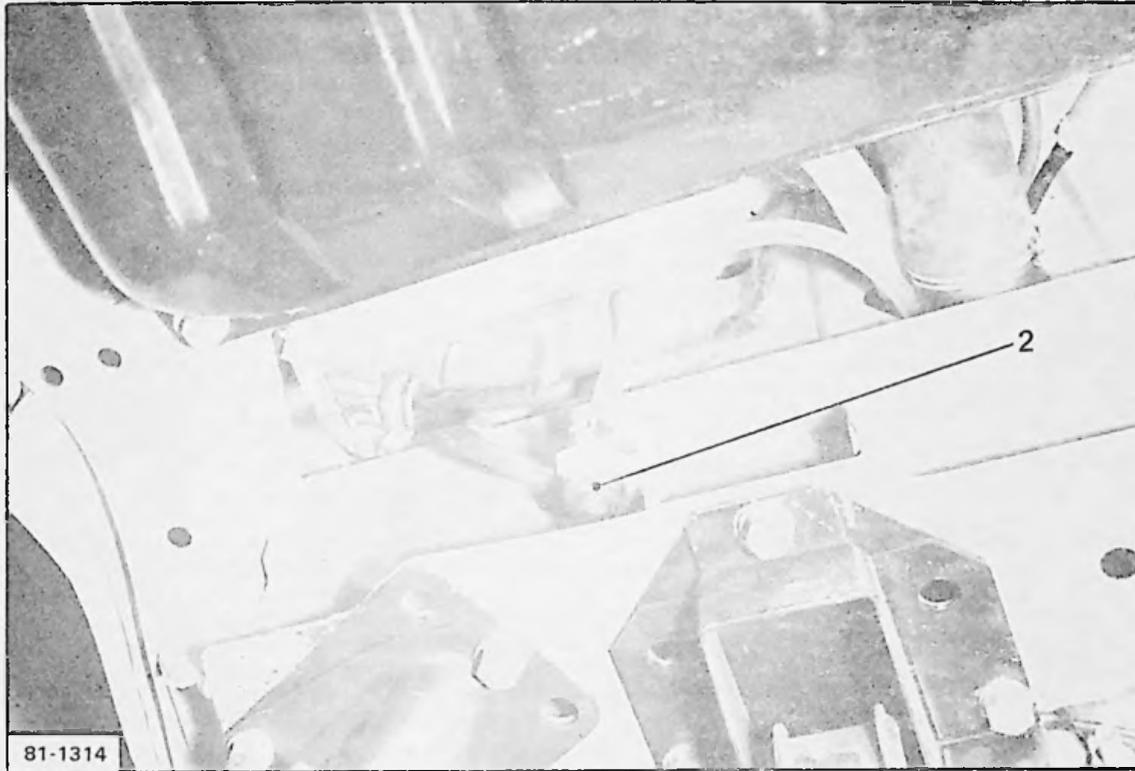

Fig. 2
2) Le clapet anti-retournement ( 2 ), situé à l'extrémité de la canalisation et maintenu sur la traverse par une agrafe, peut être obstrué par de la boue ou de la neige [ voir Fig. 2 ].